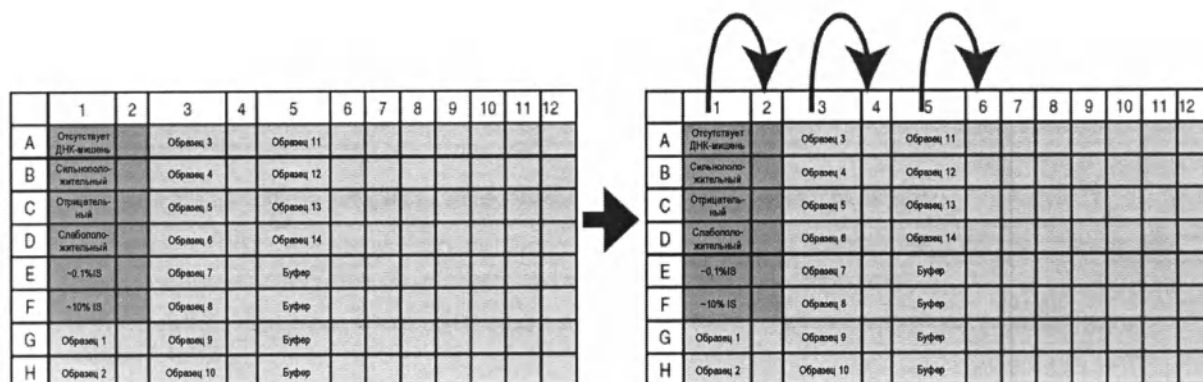

Рис. 5: Схема планшета для цифровой капельной ПЦР
- а. Требуемые схемы планшетов см. на рис. 5.
- в. Разделите на аликвоты объемом 34 мкл на лунку планшета (без образца комплементарной ДНК), как показано на рис. 5.
- к. Перенесите 25 мкл каждого образца в соседнюю лунку, чтобы создать дублирующие лунки, как показано на рис. 5.